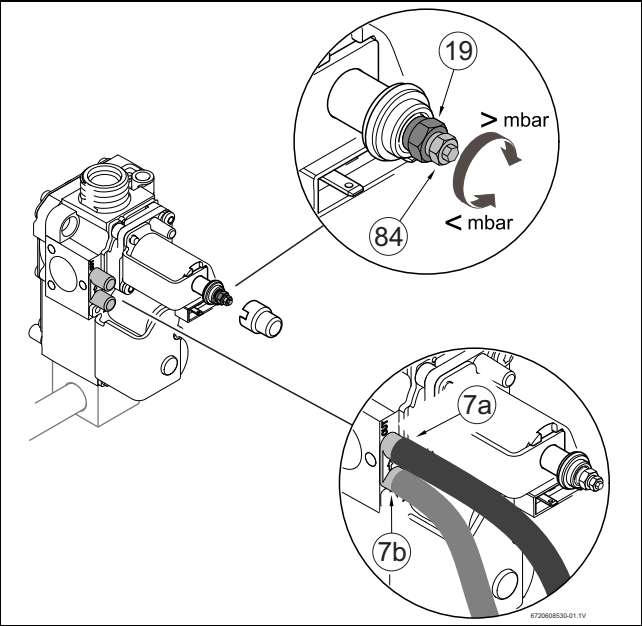

Fig. 27 Cuerpo de gas
- Desmontar la cubierta del tornillo de ajuste del gas (19) (Fig. 27).
- Tratándose de gas natural: ajustar el consumo MAX con el tornillo de ajuste (19) (Tab. 10).